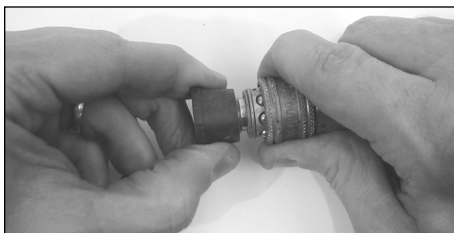

Figure 16 - Buse de raccord rapide
- 3b. Pour les appareils à buses de raccord rapide, utilisez la buse de pulvérisation à raccord rapide de 65° (voir la figure 16).